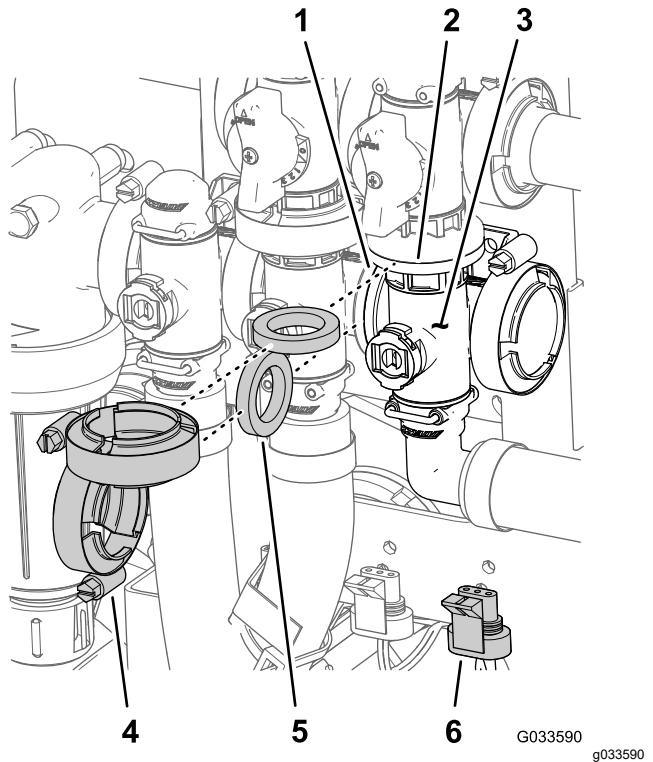

Figure 129
2. Fixez le collecteur de la vanne maîtresse des rampes, le joint et la vanne de dérivation de la vanne maîtresse avec un collier serré à la main (Figure 129).
3. Alignez la bride du collecteur de la vanne maîtresse, un joint et le collecteur de la vanne d'agitation (Figure 129).
4. Fixez le collecteur de la vanne maîtresse, le joint et le collecteur de la vanne d'agitation avec un collier serré à la main (Figure 129).
1. Alignez la bride du collecteur de la vanne maîtresse, un joint et la bride de la vanne de dérivation de la vanne maîtresse (Figure 129).
7. Montez la vanne d'agitation sur le support à l'aide du boulon à embase et du contre-écrou à embase (Figure 129) que vous avez retirés à l'opération 3 de Dépose de la vanne maîtresse des rampes sur le collecteur \(page 84\), et serrez l'écrou et le boulon à un couple de 10 à 12 N·m.